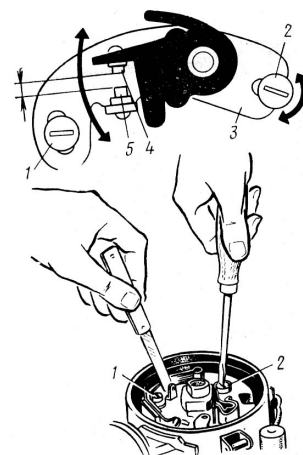

Рисунок 47
- встановлюємо кулачок переривника в положення повного розмикання контактів і обертанням гвинта 1 (рис. 47) встановлюємо нормальний зазор
- встановлюємо кулачок переривника в положення повного розмикання контактів і обертанням ексцентрика 2 (рис. 47) встановлюємо нормальний зазор
- встановлюємо кулачок переривника в положення повного розмикання контактів, послабляємо штопорний гвинт 1 (рис. 47) і провертанням ексцентрика 2 встановлюємо нормальний зазор, після чого затягуємо штопорний гвинт 1